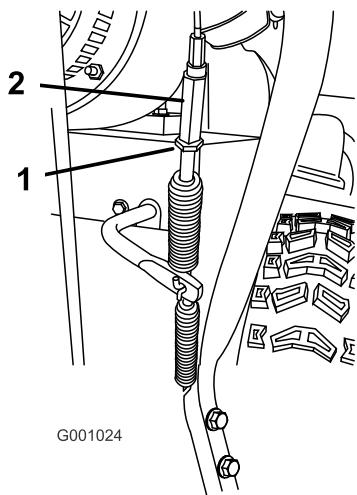

Figura 46
5. Allentate il controdado (Figura 46).
6. Allentate o serrate il tornichetto che regola la tensione del cavo (**Figura 46**).